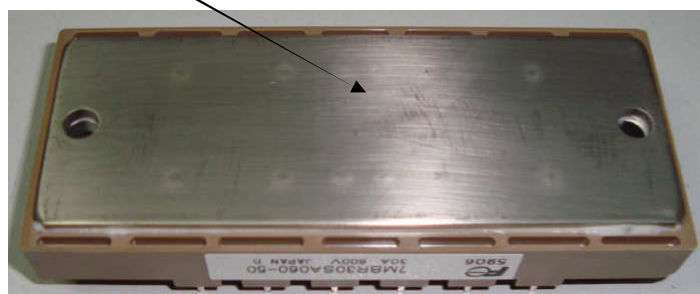

Рис.7.2.
7.1.2. Взять матрицу IGBT, протереть металлическое основание салфеткой, смоченной СБС. Нанести шпателем на основание матрицы IGBT тонкий слой теплопроводного компаунда (пасты). Удалить излишки компаунда с крамок основания (рис. 7.2).